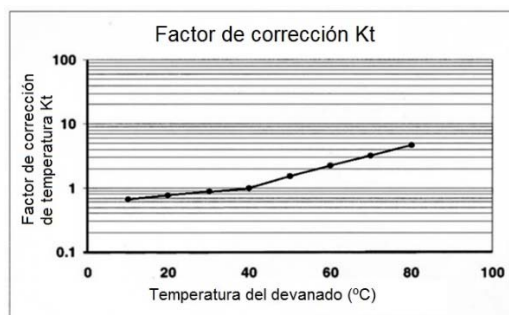

Figura 4.6: Coeficiente de variación de la resistencia de aislamiento con la temperatura
La resistencia de aislamiento debe ser referida a 40°C. Si la medición se realiza a una temperatura diferente, la lectura debe corregirse a 40°C, utilizando la corrección aproximada proporcionada por la curva de la Figura 4.6, según el estándar IEEE43.
**Kt**= Factor de corrección de la resistencia de aislamiento en función de la temperatura del devanado, como se muestra en la Figura 4.6.
Los valores utilizados para generar la curva de la Figura 4.6 se muestran en la Tabla 4.4.